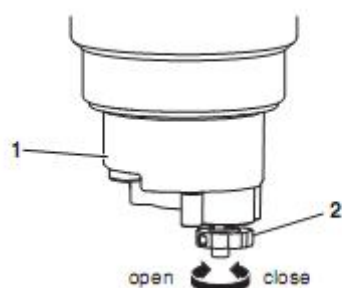

Рисунок 24
4. Поместите тару небольшого размера под топливный фильтр предварительной очистки. Слейте воду, открыв сливной клапан (2, рисунок 24), находящийся в нижней части отстойника (1).